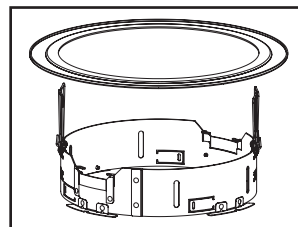

Figure 25.
- Faites glisser la bague à bande d'adaptation (en option) sur l'assemblage d'anneaux Retrofit tout en maintenant les ressorts de fixation à la verticale (Figure 25.).